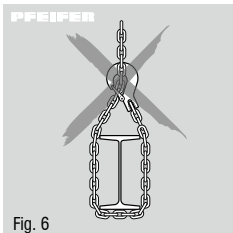

Fig. 6
- La chaîne de charge ne peut pas être utilisée comme chaîne d'arrimage (Fig. 6) ou être tirée au-dessus d'arêtes vives.